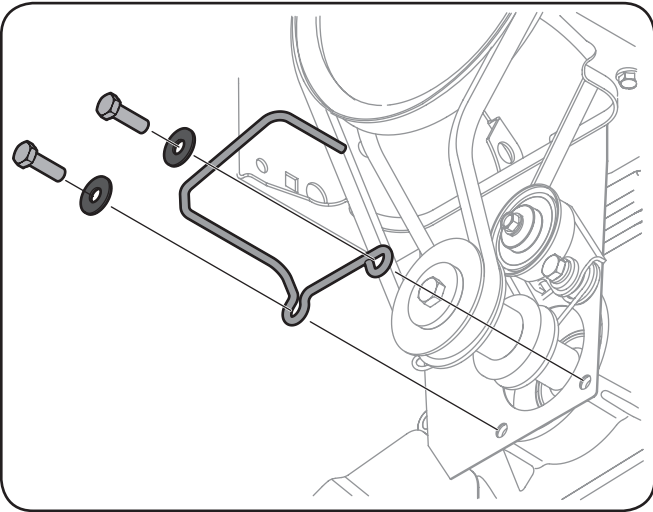

Fig. 7-2
- 3. Si votre modèle est équipé d'un guide-courroie de fil, de rondelles et de boulons hexagonaux, comme illustré à la Figure 7-2, desserrez-les et retirez-les.